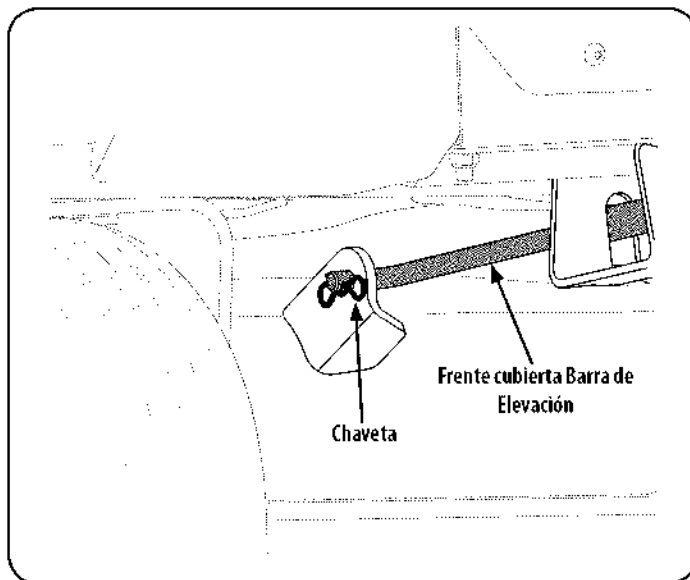

Figura 33
- c. Desde la parte media del tractor, haga girar el soporte de polea loca y la polea móvil hacia atrás, la polea de distancia de la parte trasera de la cinta "V" lo suficiente como para levantar la cinta hacia arriba y sobre la polea loca. Ver Figura 33.
6. Tire del pasador de la varilla de elevación de la plataforma frente a la fijación a la cubierta. Ver Figura 33. Deslice la barra de elevación de la plataforma de la ménsula de suspensión frontal.
6. Vuelva a instalar la barra de elevación de la plataforma delantera y fíjela con el pasador. Consulte la Figura 33.
7. Asegúrese de que la correa en 'V' se encuentra en las poleas del husillo en la cubierta, a continuación, la correa hacia atrás por debajo del bastidor del tractor, por encima del tubo de transmisión (S), a la polea toma de fuerza en la parte inferior del motor.